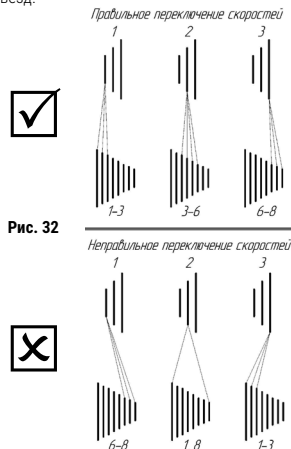

Рис. 32
8. Не применяйте такие положения цепи, при которых используются крайние противоположные звездочки (рис. 32). Это приводит к излишнему перекосу цепи и, как следствие, к её изнашиванию, а также к изнашиванию звёзд.